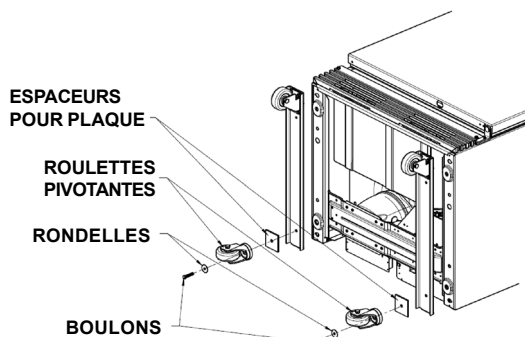

Fig. 5
- Serrez bien le boulon à l'aide d'une clé plate simple ou d'une clé à douille de 1,3 cm (1/2 po) (voir Fig. 5).